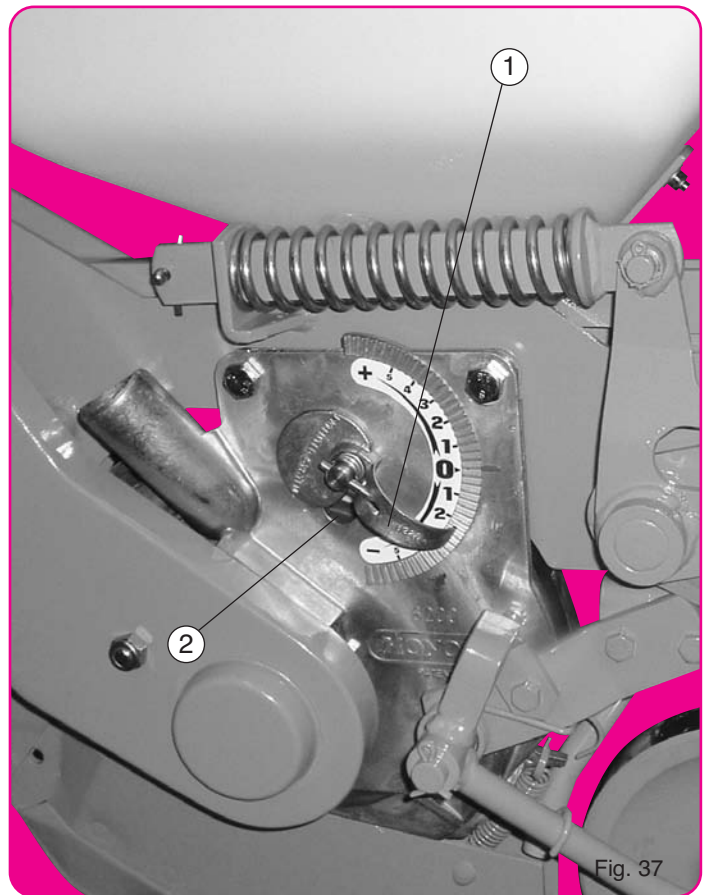

Fig. 37
L'index ① descendu vers le - (fig. 37) rapproche la plaque des trous, réduit l'aspiration (en ouvrant la prise d'air ②) ce qui provoque une tendance aux manques. Une fenêtre de contrôle sur le couvercle permet de s'assurer des résultats.
Wenn der Wahlhebel ① auf - (Abb. 37) gestellt wird, verkleinert der Abstreifer die Löcher in der Säscheibe. Gleichzeitig wird die Saugleistung (das Lüftungsloch wird geöffnet) verringert ②. Bei dieser Einstellung können Fehlbelegungen vorkommen. Im Sägehäusendeckel ist ein Fenster, durch das Sie die richtige Einstellung beobachten können.
When the indicator ① is positioned to - (fig. 37), it lowers the scraper over the holes, reducing the degree of suction (opening the size of the hole ②). This may cause skipping. A control window in the cover allows you to check the results.